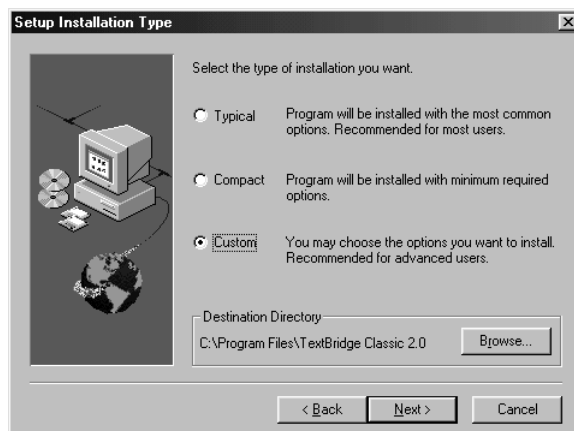

Figura 11: Installazione di TextBridge Classic 2.0
- Fare clic su “Sì” (Yes) per accettare le condizioni e proseguire con l'installazione. Apparirà una schermata come quella della figura 11.